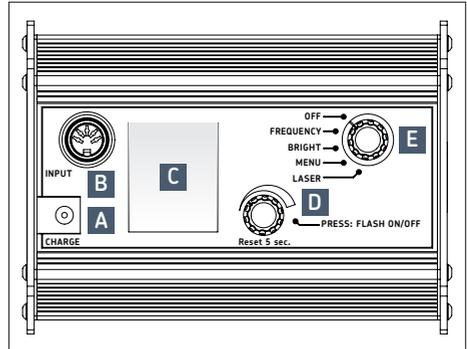

图 1 - SKF TKRS 41 频闪仪
### 5.1 连接头 (→ 图 1)
1. 设备充电: 将充电器插入设备后部充电插孔 (A) (→ 图 1)。
2. 将设备对准一个运动物体, 然后打开设备。将选择开关 (E) 向左转一档至“FREQUENCY (频率)”。